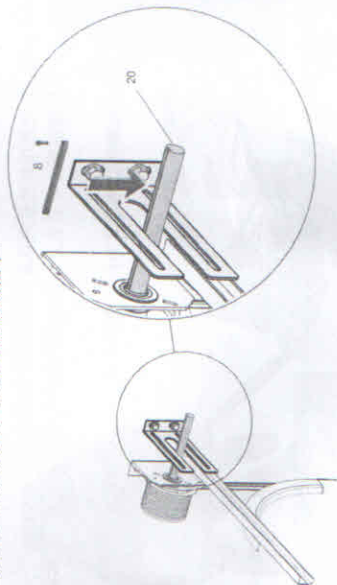
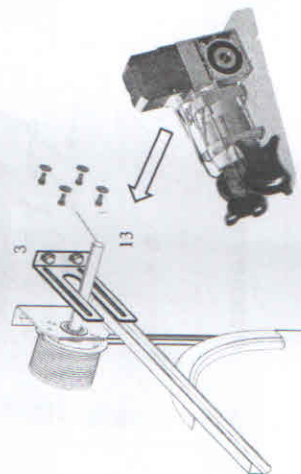

图 2
图 3
如图 2 所示, 将键安装在门的驱动轴的键槽中。
- 转动开门机输出轴使其处于适合安装开门机的位置 (键, 图 2 中的位置 8)。为此, 请通过紧急释放装置的操作转动输出轴。
将开门机的输出轴插入图 2 所示的门体驱动轴 (20) 上。使用图 3 中的 4 颗螺丝和垫圈固定开门机主机。